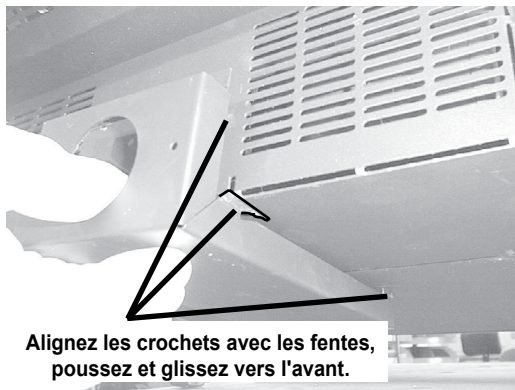

Figure 20.2
2. Alignez les crochets dans le canal d'air avec les fentes sur le ventilateur de convection et la boîte des cendres (**Figure 20.2**). Poussez et glissez vers l'avant.